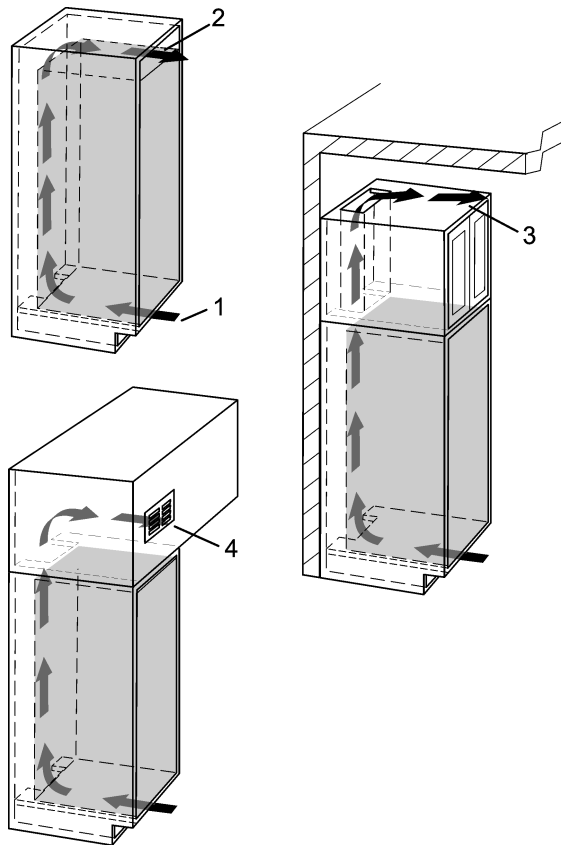

Fig. 1
- Une fente de ventilation efficace d'au moins 31 po² (200 cm²) doit être pratiquée pour l'arrivée d'air Fig. 1 (1) et la sortie d'air Fig. 1 (2).
- La fente de ventilation du haut peut être réalisée directement au-dessus de l'appareil Fig. 1 (2), près du plafond au-dessus d'un élément du placard Fig. 1 (3) ou sous forme d'orifice de sortie d'air dans un faux plafond Fig. 1 (4).